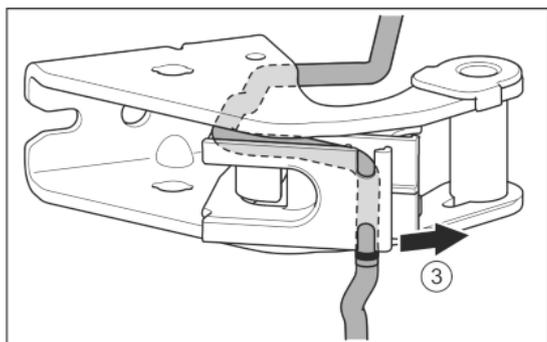

Fig. 28
- ▶ Staccare il cavo dalla guida. Fig. 28 (3)